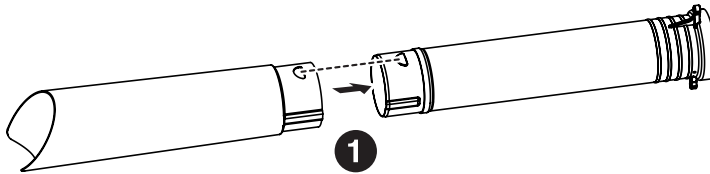

Fig. 4
1. Assemblez les tubes d'aspiration supérieur et inférieur en alignant les languettes du tube inférieur avec les rainures du tube supérieur. [Fig. 4]